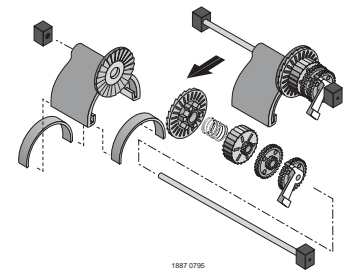

Figura 23b
5. Deslice el eje largo de engranaje fuera del oscilador (con los piñones, completamente); asegúrese de no perder las juntas fuera del oscilador las cuales podrían desprenderse en este punto (Figura 23b).